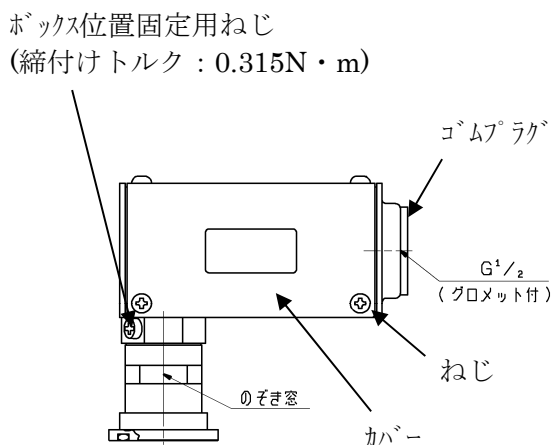
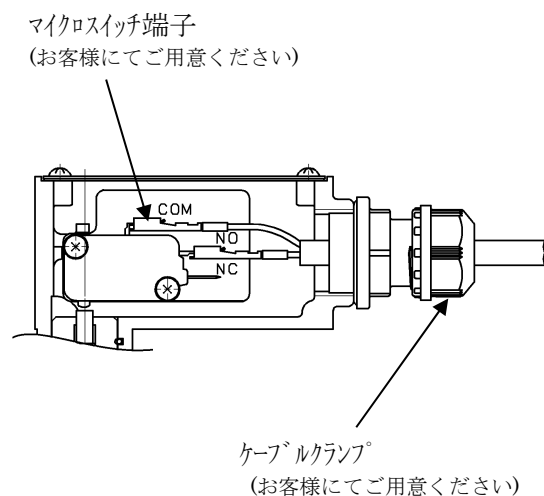

図 4-1 差圧表示スイッチ
図 4-2 差圧表示スイッチの配線方法
(図 4-1、図 4-2 参照) 内蔵されたマイクロスイッチの仕様は、6. 資料 4) 差圧表示スイッチ用マイクロスイッチの仕様を参照ください。
(2) カバーを取り外してください。
(3) ゴムプラグを取り外してください。
(4) 図 4-2 のようにケーブルクランプ等を用いてコードを固定し、マイクロスイッチの端子にコードをはんだづけして配線してください。
(5) 配線終了後、カバーをネジで締付けて固定してください。
(6) 接続するコードは、エレメント交換作業に支障のない長さにしてください。
(7) スイッチボックスを上から押しながら任意の方向にセットしてから、ボックス位置固定用ネジを締付けて固定してください。
(8) 差圧表示スイッチは、運転を停止して差圧がなくなると出力信号がリセットされます。